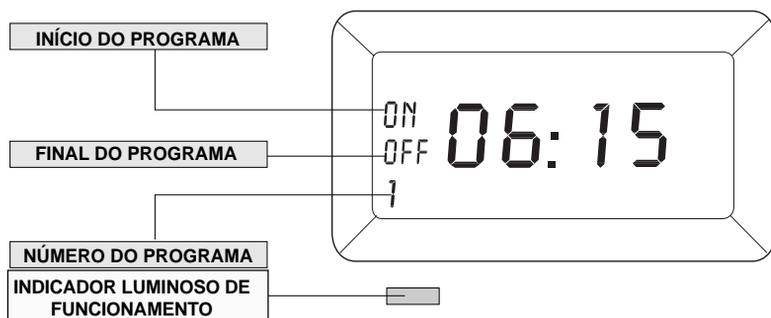

fig. 6
2. Pressione o botão Ⓢ para ter acesso ao 1º programa de funcionamento. A escrita ON e o número do programa (1) aparecerão no mostrador (veja fig.6).
4. Para fixar a hora de final de programa, pressione o botão Ⓢ de novo. As escritas OFF e 1 (fig.6) aparecerão no mostrador. Nestas alturas, programe a hora agindo nos botões h+ e min+ .